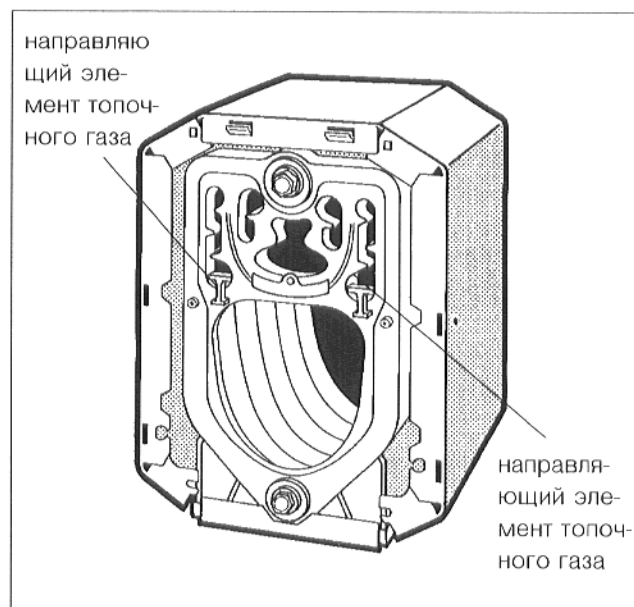

Рис. 31
- При поставке, направляющие элементы топочного газа должны находиться в горизонтальном положении (рис. 31).